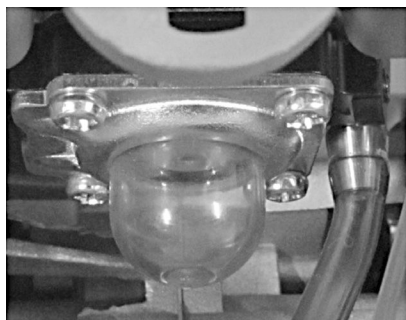

Рис.2
3. Нажмите на ручной топливный насос 7-10 раз, до появления в нем топлива. Насос находится в нижней части карбюратора под корпусом воздушного фильтра (Рис.2)